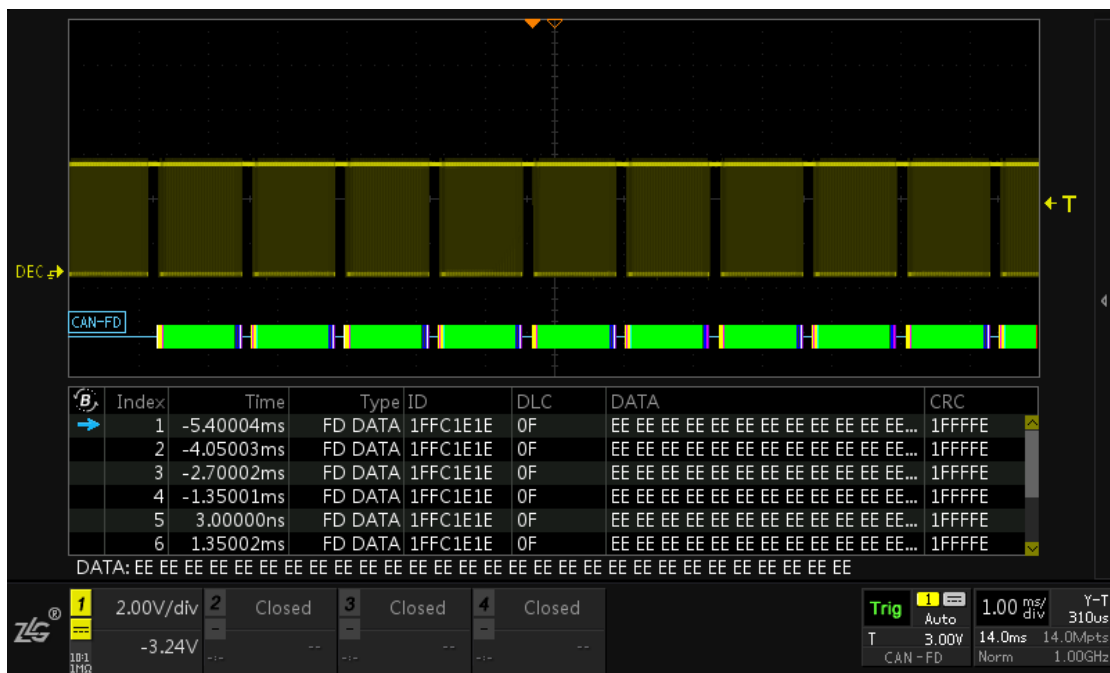

图 15-21 CAN-FD 解码效果
- 6、配置好协议参数后打开事件表即可查看所有的解码数据列表，如图 15-21 所示，旋转旋钮 B 可选中对应的数据帧，短按旋钮 B 可定位选中的数据帧对其进行分析。